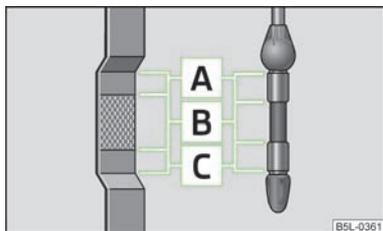

Fig. 116
L'asta di livello dell'olio mostra il livello dell'olio motore » fig. 116.
- Il livello dell'olio non deve mai superare il settore **A** » fig. 116. Pericolo di danneggiamento del catalizzatore!